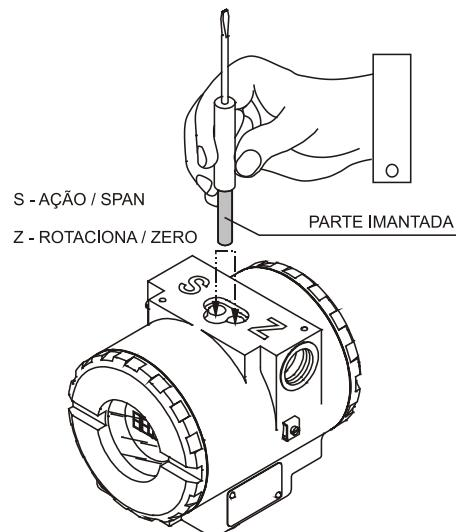

Figura 4.2 - Ajuste Local de Zero e Span e Chave de Ajuste local
O transmissor tem sob a placa de identificação dois orifícios, que permitem acionar as duas chaves magnéticas da placa principal com a introdução do cabo da chave de fenda magnética (Veja Figura 4.2).
- ✓ Insira a chave de fenda imantada em (**Z**) (veja Figura 4.2);